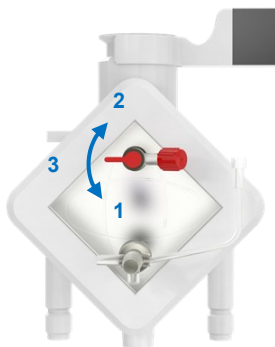

Figure 22 Vanne de dégazage de l'oxygénateur
- Tournez la vanne rouge de l'oxygénateur vers le bas en position pré-filtre (Figure 22, Position 1 ; avant le filtre artériel).
- Tournez la vanne rouge de l'oxygénateur vers le haut en position post-filtre (Figure 22, Position 2 ; après le filtre artériel).
- Tournez la vanne rouge de l'oxygénateur en position pré-filtre (Figure 22, Position 1 ; avant le filtre artériel).
- Tournez la vanne rouge de l'oxygénateur en position post-filtre (Figure 22, Position 2 ; après le filtre artériel).